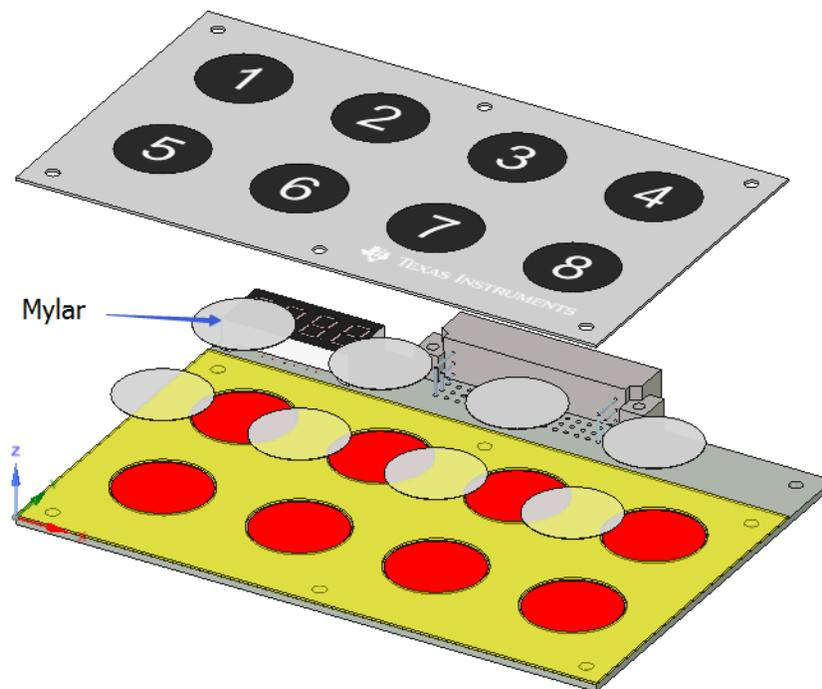

図 37. Mylarによる電極保護
- 電極と導電性オーバーレイの間にMylar®シートを追加するとESD耐性が向上する(図 37を参照)。